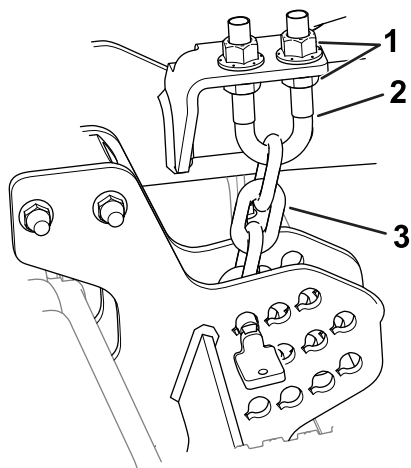

図 7
7. 刈高チェーンのUボルトの下側についているジャムナットをゆるめる 図 7。
8. ブレード後端の高さが前端よりも 6-10 mm 高くなるように、ナット 図 7 でカッティングユニット後部の高さを調整する。